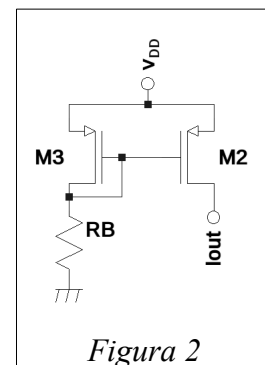

Figura 2
Objetivo: diseñar y construir la fuente de corriente mostrada en la Figura 2 que se basa en la estructura llamada “espejo de corriente” formada por M2 y M3. Esta fuente será luego utilizada para polarizar el transistor de un amplificador en la sección III.
- Arme el circuito de la Figura 2. A efectos de poder medir la corriente de salida de la fuente de corriente, coloque una resistencia de $4.7\text{ k}\Omega$ a tierra en la terminal de salida. Con un multímetro mida el valor de dicha resistencia.